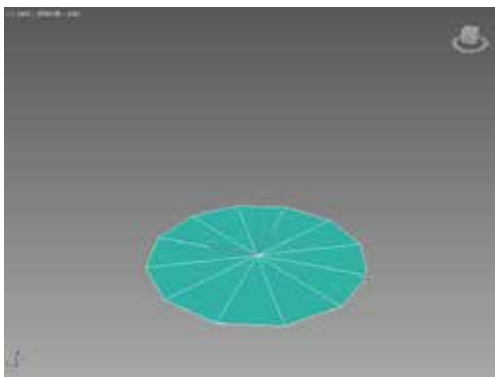

图 2-85 设置底面半径
STEP 01 执行“创建”|“扩展基本体”|“切角圆柱体”命令，在透视视图中单击并拖动鼠标设置切角圆柱体的半径大小，如图 2-85 所示。